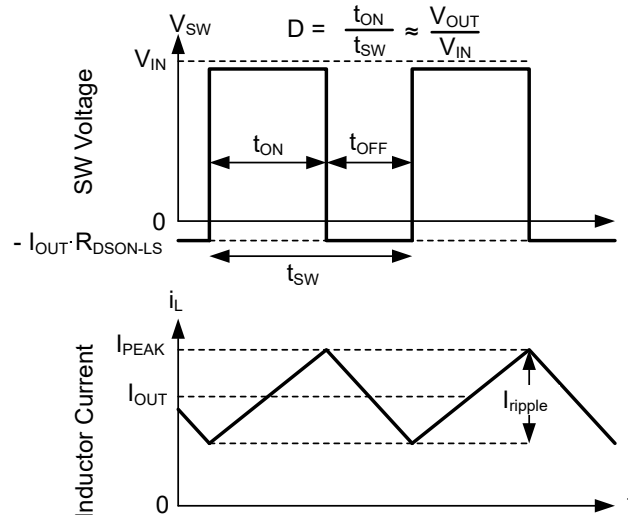

图 7-16. 连续导通模式 (CCM) 下的 SW 电压和电感器电流波形
有关器件的以下运行说明，请参阅节 7.2 和图 7-16 中的波形。在 CCM 中，该器件以变化的占空比 (D) 打开内部高侧 (HS) 和低侧 (LS) 开关，从而提供稳定的输出电压。在 HS 开关导通期间，SW 引脚电压  $V_{SW}$  摆动至大约  $V_{IN}$ ，电感器电流  $i_L$  以线性斜率增加。HS 开关由控制逻辑关闭。在 HS 开关关闭时间  $t_{OFF}$ ，LS 开关打开。电感器电流通过 LS 开关放电，这会强制  $V_{SW}$  通过 LS 开关两端的压降摆动到地电位以下。转换器环路调节占空比以保持恒定的输出电压。D 由 HS 开关在开关周期内的导通时间定义：